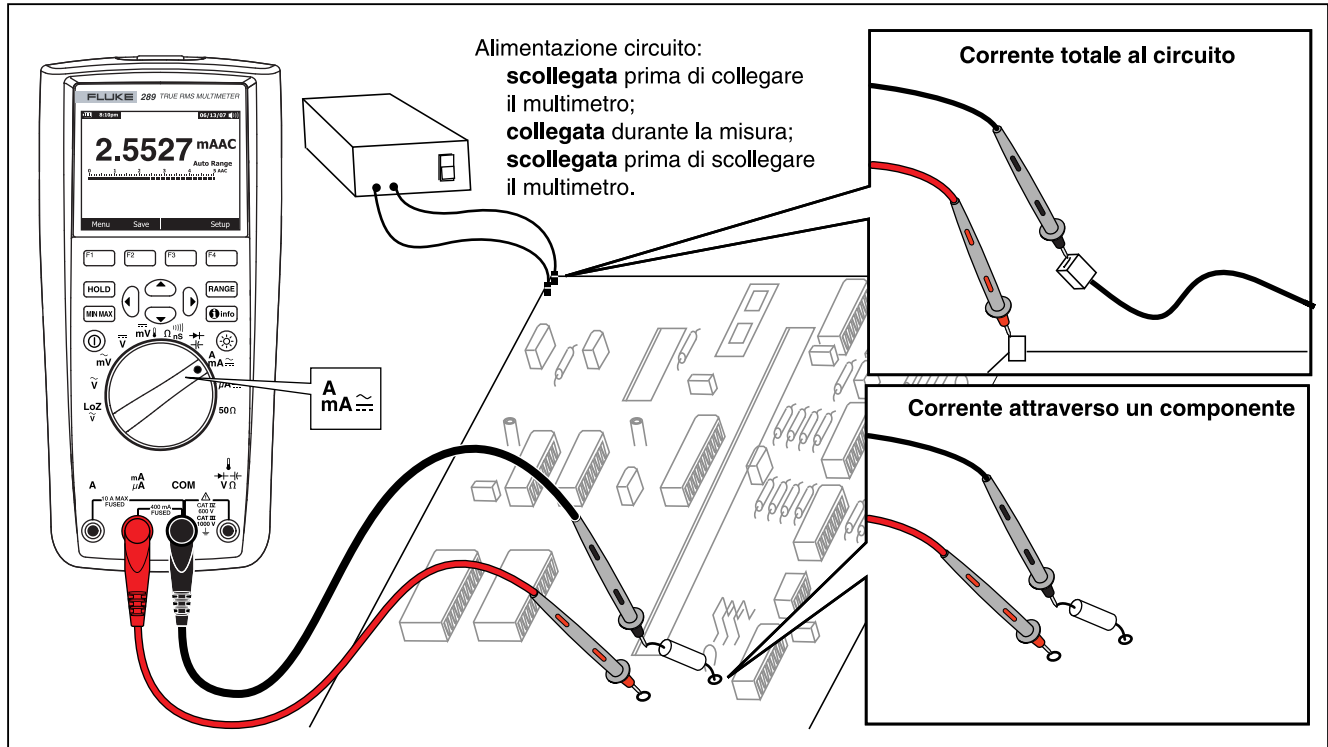

Figura 22. Connessioni con il circuito per misure di corrente
4. Come illustrato nella Figura 22, aprire il tratto del circuito di cui misurare la corrente. Toccare con la sonda rossa il lato più positivo rispetto al punto di interruzione e con quella nera il lato più negativo. Se si invertono i cavi di misura si ottiene una lettura negativa ma non si danneggia il multimetro.